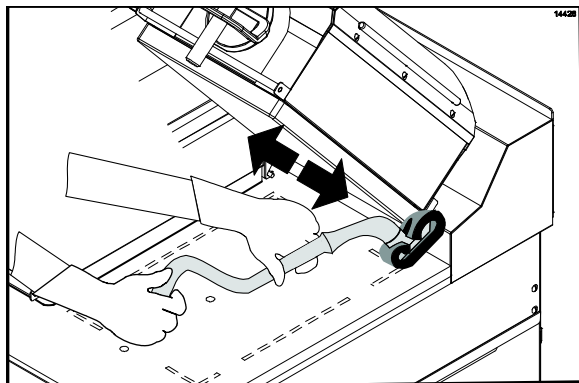

图 58
26. 擦拭煎板后侧，先擦拭右煎板，然后擦拭左煎板。（请见图 58）